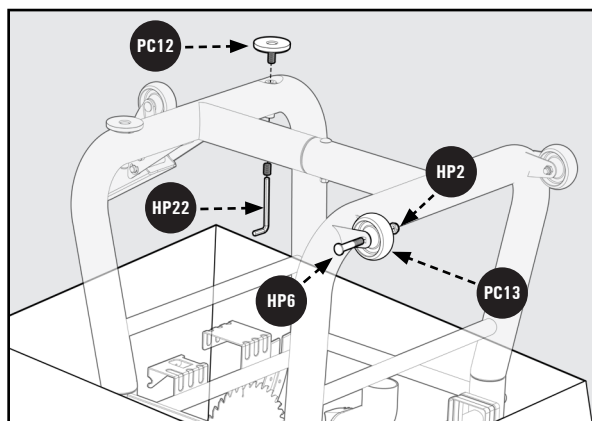

Figure 3
1. À l'aide d'une clé de 13 mm, fixez les deux roues fixes (PC13) sur les deux pattes gauches, en face de la roulette pivotante, à l'aide des boulons à épaulement de Écrou d'Épaulement à (2) Tête Ronde M8 x 53mm (HP6) et des écrous Nylock M8 (HP2). Un pour chaque roue la Figure 3.
4. Les deux pieds réglables (PC12) peuvent être soulevés et abaissés en les faisant tourner. Les pieds peuvent être ajustés pour mettre la scie à niveau et peuvent être verrouillés en place avec les vis de réglage préassemblées à l'aide de la clé Allen de 6mm fournie (HP22). Voir la Figure 3.